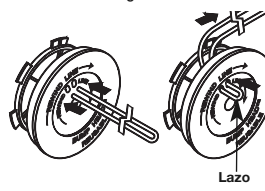

Fig. 17
El recorte decorativo se realiza eliminando toda la vegetación de alrededor de los árboles, postes, cercos, etc. Gire toda la unidad a modo de que el accesorio de corte se ubique un ángulo de 30° con el suelo (Fig 17).
7. Bobine las líneas en capas parejas y ajustadas sobre el carrete (Fig. 17). Bobine la línea en la dirección indicada en el carrete interior. Coloque su dedo índice entre las dos líneas para evitar que se superpongan. No superponga los extremos de la línea. Proceda al paso 11.